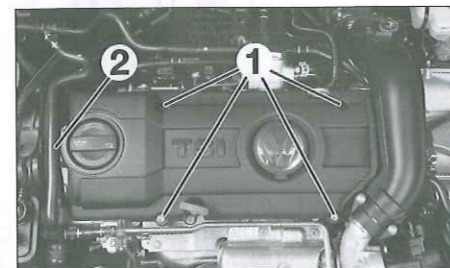

Fig. 2
- Desmontar los tornillos (1) y desengrapar los manguitos (2) (Fig.2).